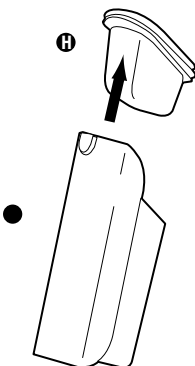

FIG. 7
Step 2: Grasp handle inside filter and pull filter out of dust cup **(G)** (Fig. 7).
Paso 2: Tome la manija del interior del filtro y jale para extraerlo del recipiente **G** (Fig. 7).
2 Étape: Agrippez la poignée du filtre à l'intérieur et tirez le filtre hors du bac **G** (Fig. 7).